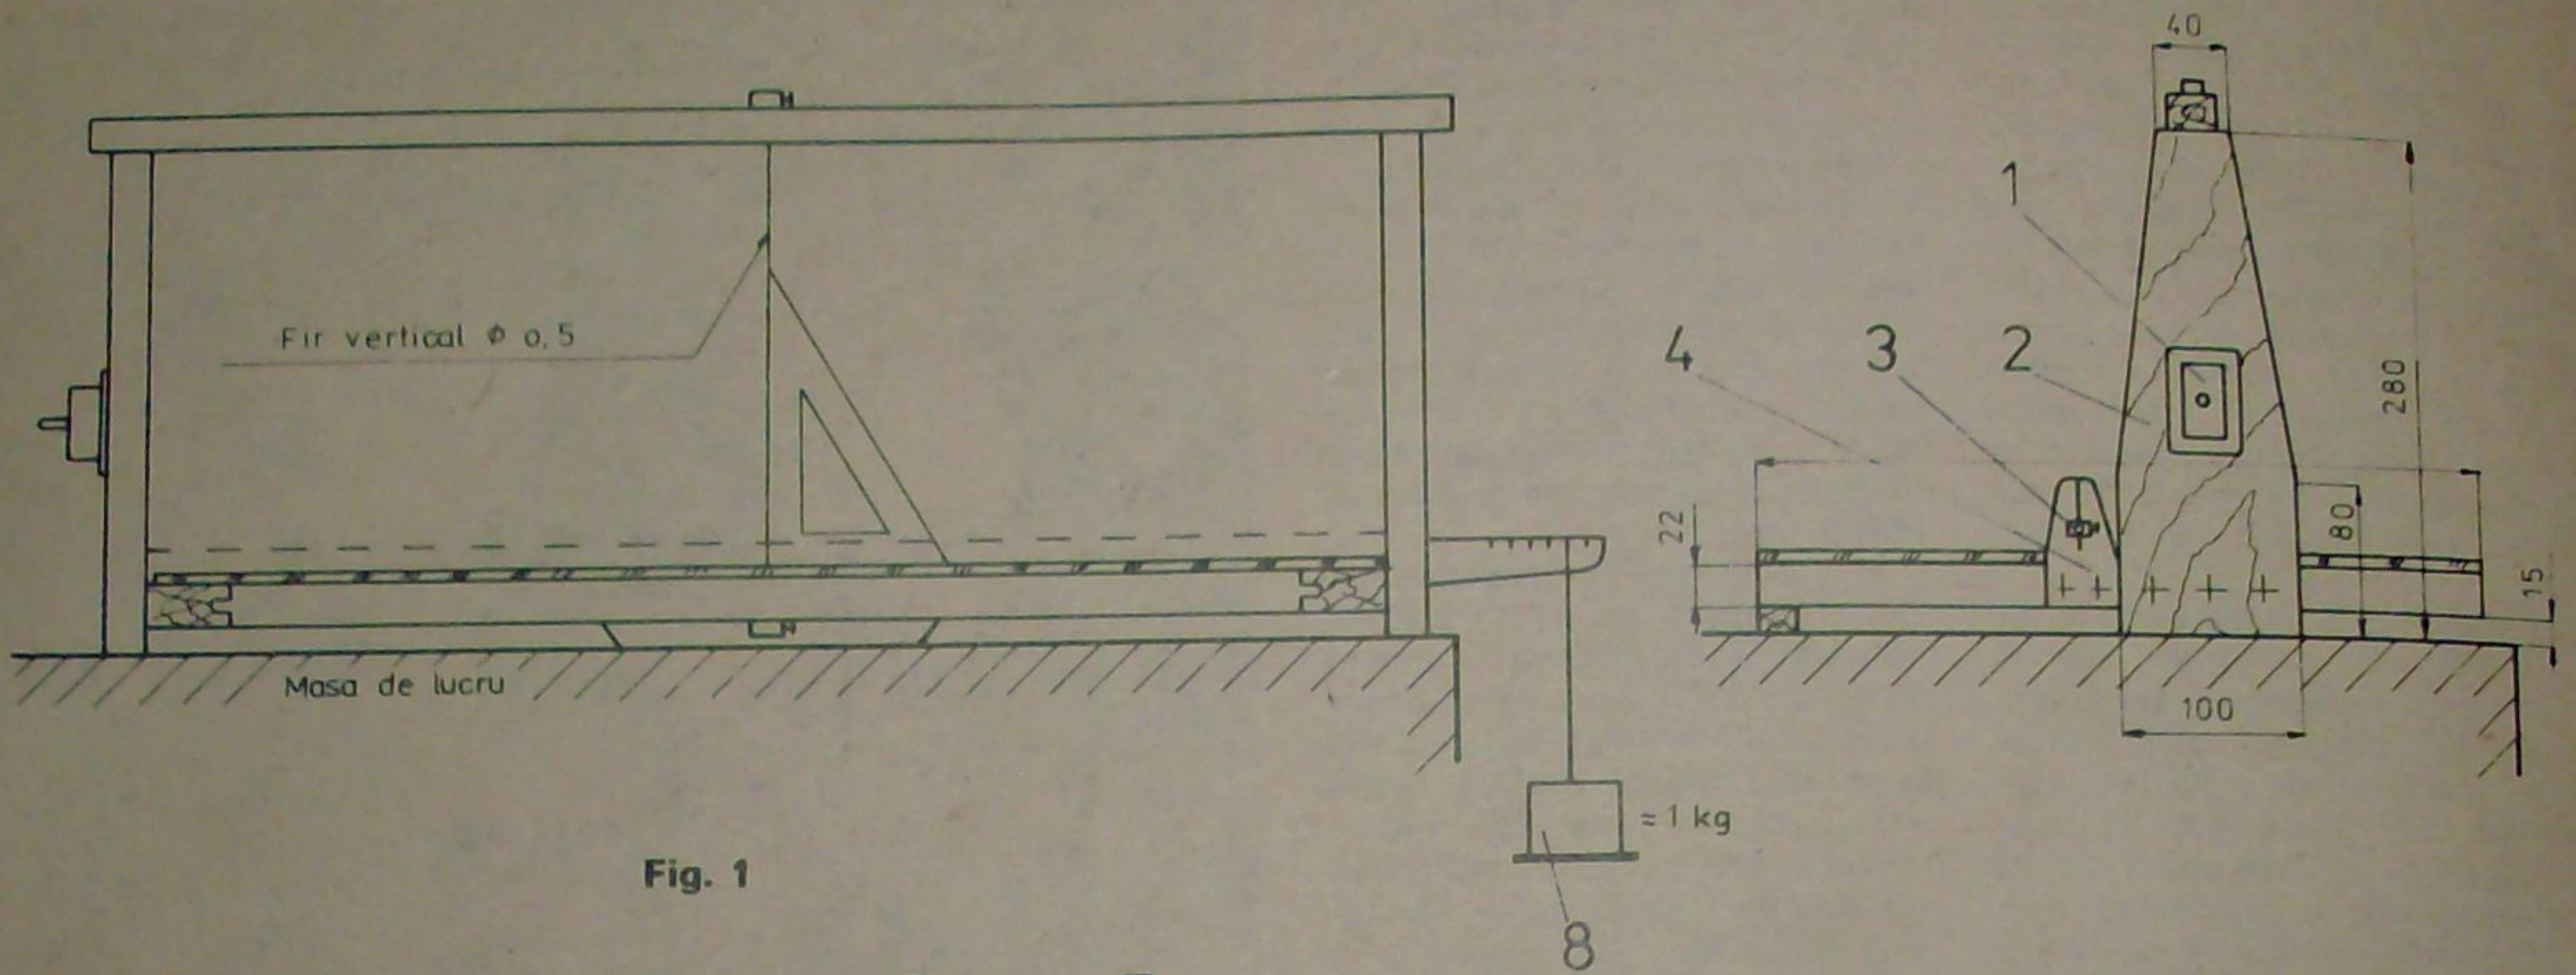
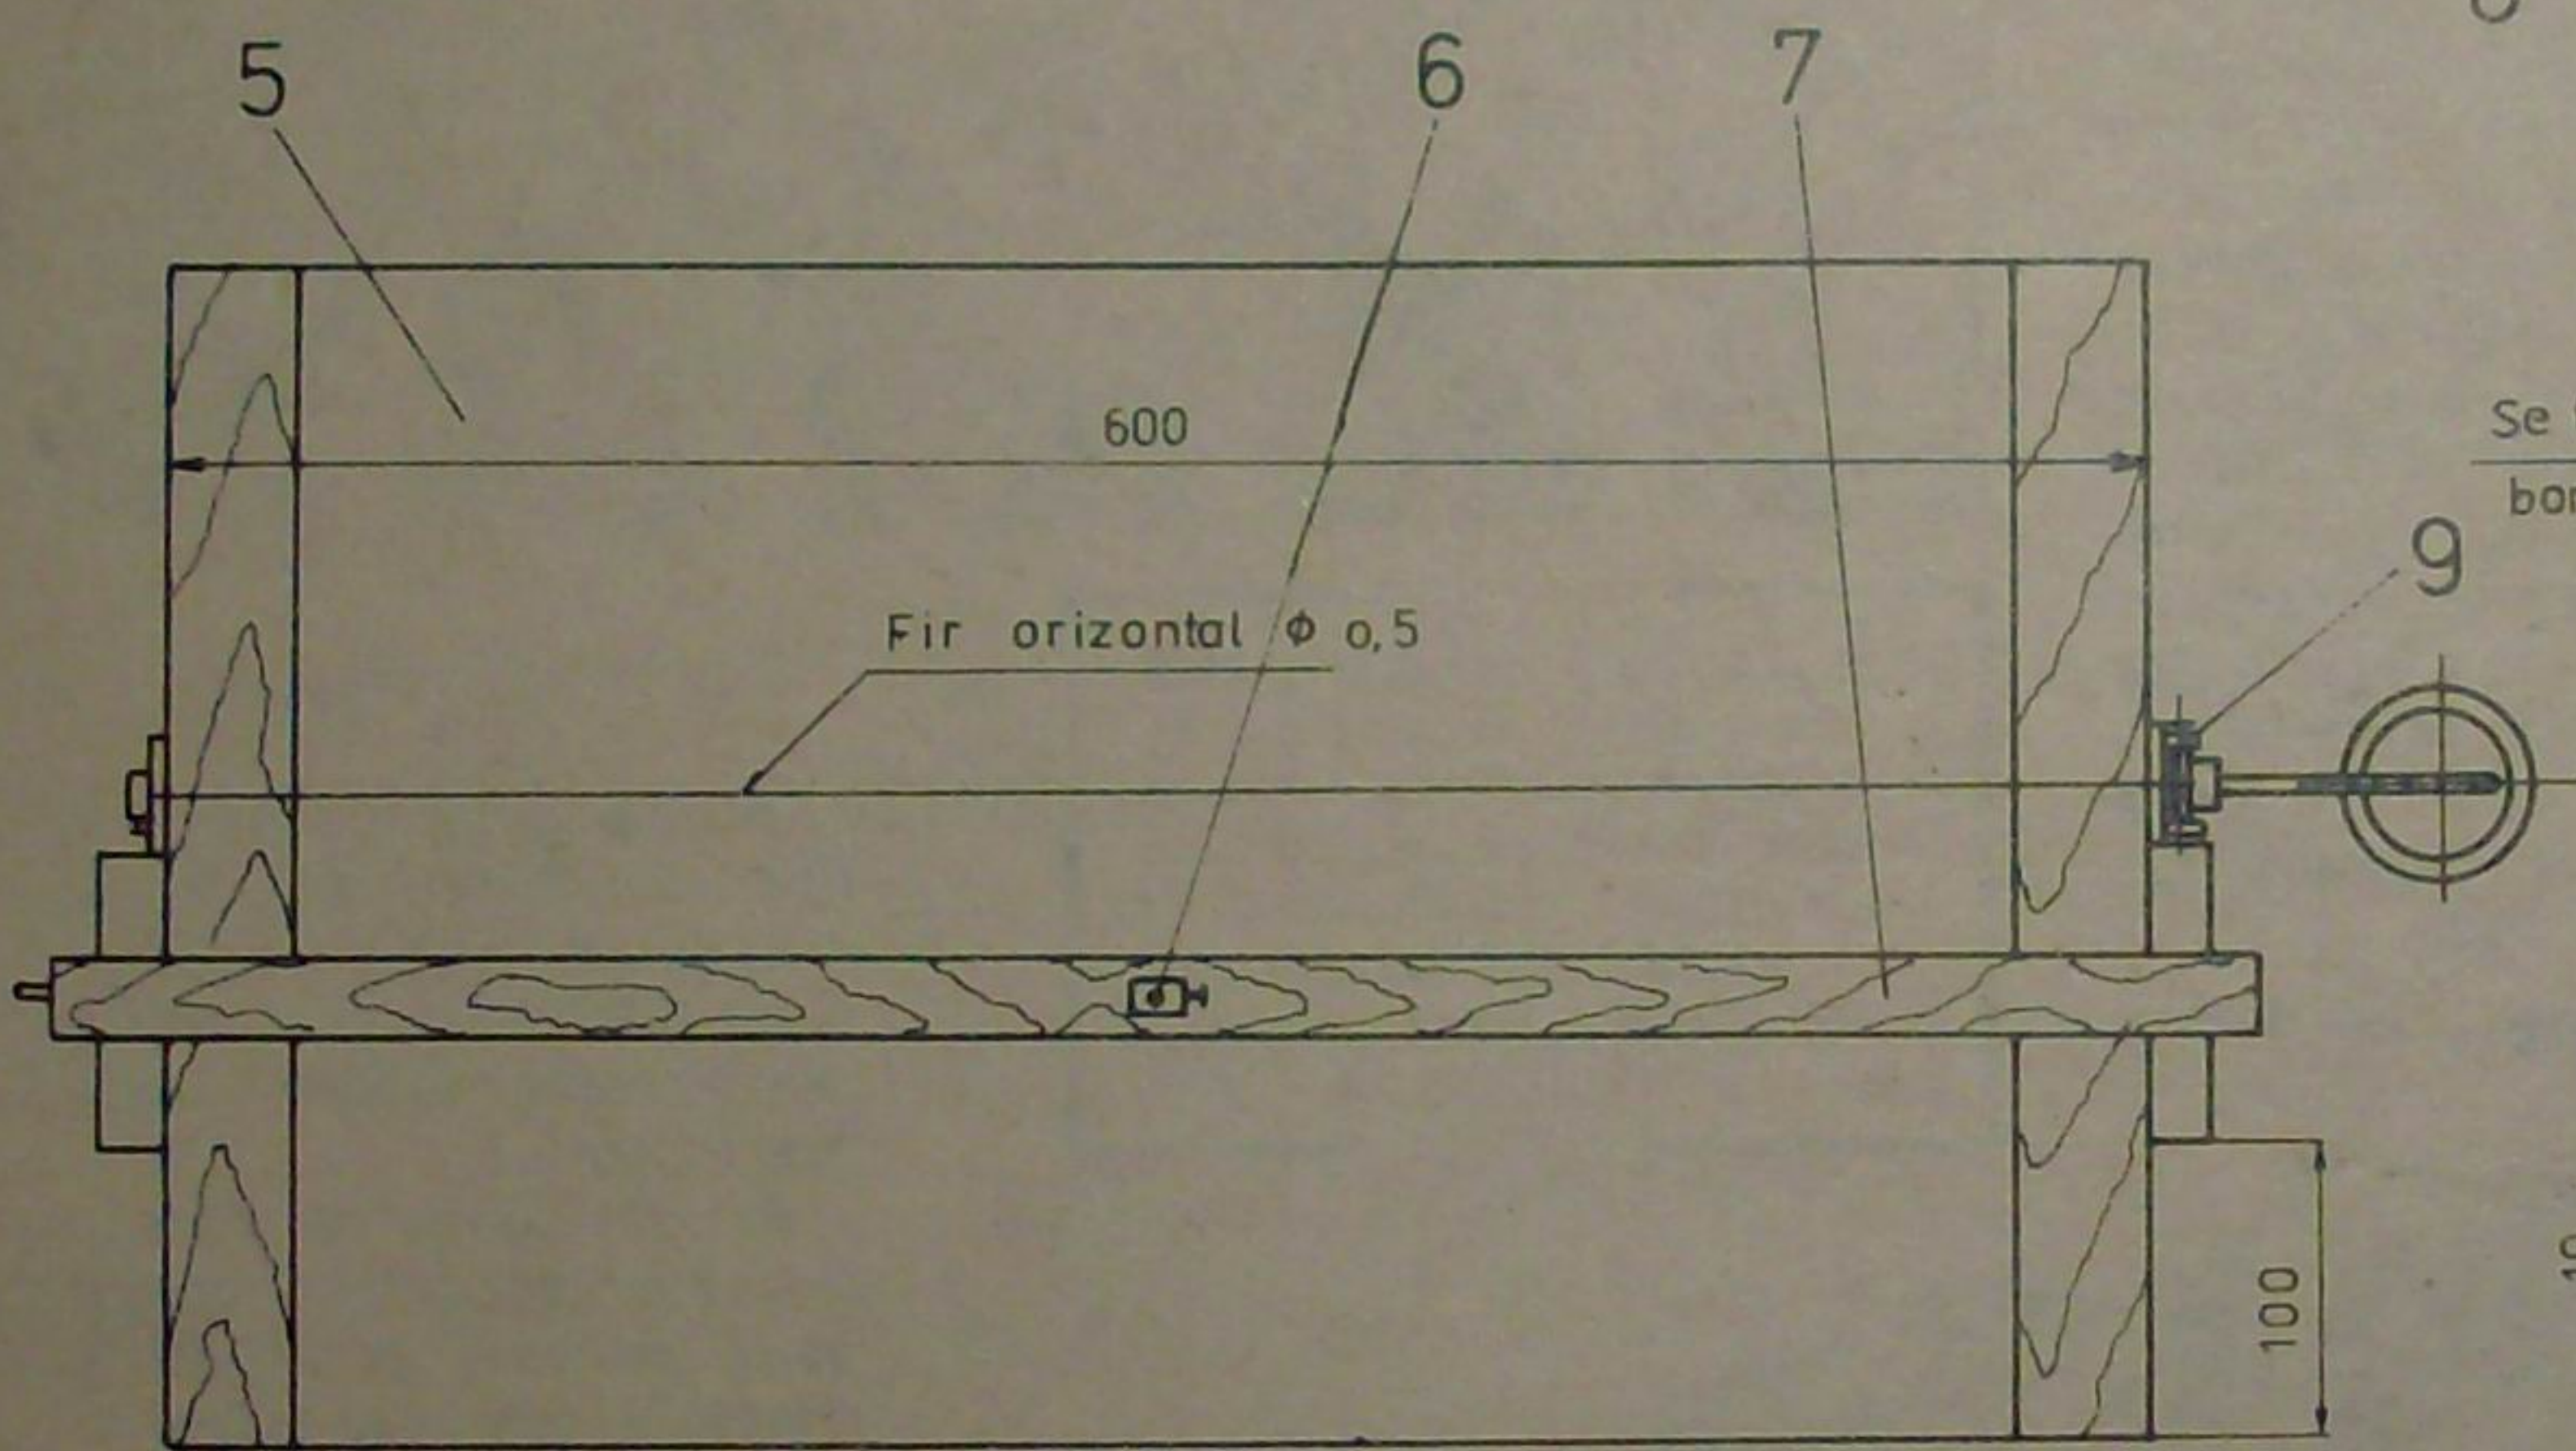

Fig. 1
Fig. 2
Construcția (fig. 1) se compune dintr-o planșetă de lemn (5) la care se prind în șuruburi suporturile (2) și traversa (7), fixată liber
Pentru întinderea firului în plan orizontal se vor confecționa din tablă de oțel de 4 mm grosime suportul (4), din fig. 3, și dispozitivul de întindere (9), din fig. 2. Înălțimea de tăiere în plan orizontal se poate regla ușor, plasând rezistența de nichelină între creștăturile suporturilor de întindere (9). Blocarea rezistenței se face cu ajutorul unor borne de legătură (3) și (6), fig. 1, extrase dintr-o priză sau dintr-un comutator defecte. Pen-